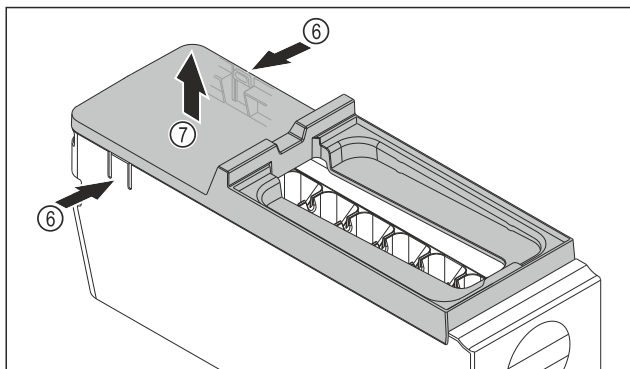

Fig. 172
- Retirer le couvercle du corps de l'EasyTwist-Ice : D'une main, pousser les languettes Fig. 172 (6) des deux côtés du corps de l'EasyTwist-Ice.
- De l'autre main, retirer le couvercle Fig. 172 (7) vers le haut.